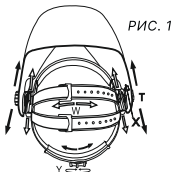

РИС. 1
1. Длину окружности оголовья можно увеличить или уменьшить, вращая ручку с нажатием на затылочной части оголовья, (см. «Y» на рис.1). Данная процедура выполняется при надетой сварочной маске и позволяет получить натяжение, необходимое для надежной фиксации сварочной маски на голове.
2. Если наголовник сидит на голове слишком высоко или слишком низко, отрегулируйте ремень, который проходит через макушку. Для этого ослабьте конец ремня, выдавив стопорный штифт из отверстия на ремне. Переместите две части ремня относительно друг друга на требуемую длину и вставьте стопорный штифт обратно (см. «W» на рис. 1).
Ослабьте гайки-фиксаторы (см. «Т» на рис. 1) и двигайте маску к или от вашего лица. Убедитесь, что расстояние между обоими глазами и светофильтром одинаковые, чтобы избежать неравномерного затемнения светофильтра.